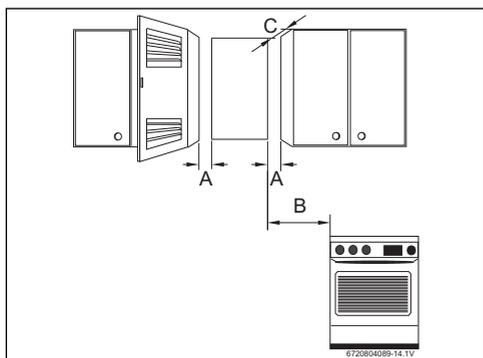

Fig. 13 Distancias mínimas
- ▶ Garantizar un buen acceso para realizar los trabajos de mantenimiento respetando siempre las distancias mínimas indicadas en la Fig. 13.
- ▶ Respetar las medidas mínimas de instalación indicadas en la Fig. 13.